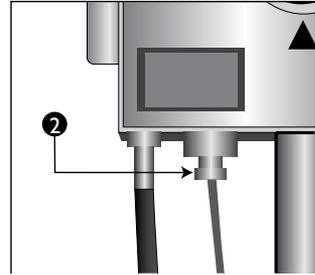

Figura 20
- Aflojar y soltar termo-seguridad (Ver figura 20).
- Asegure nuevamente la tuerca de alimentación de gas al piloto. En esta operación debe emplearse sellante de traba química de fuerza media para evitar fugas cuando el producto opere con gas natural. Asegure la tuerca de la termo seguridad que retiro en el paso 2 (ver figura 20).